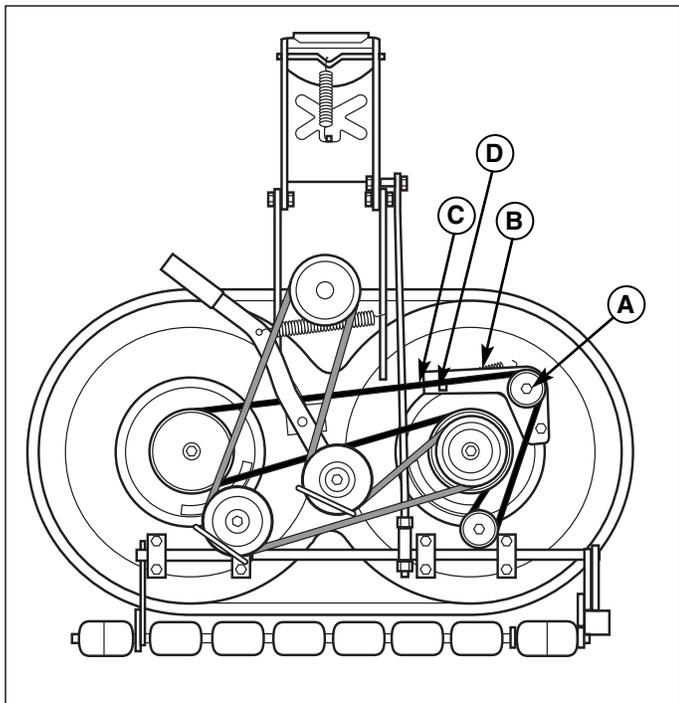
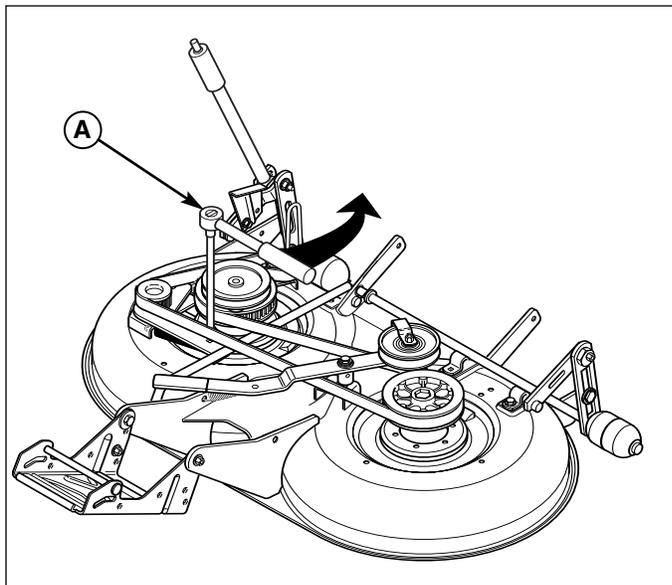
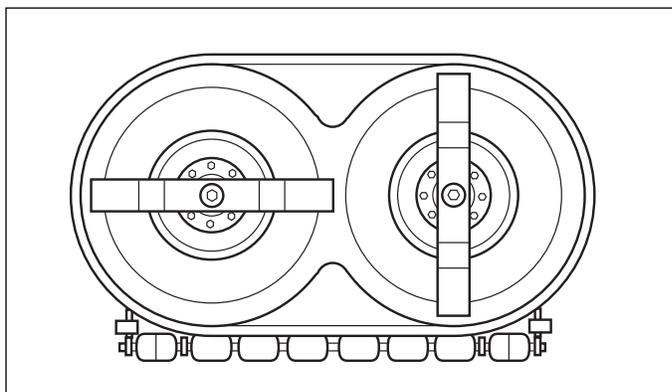

Figure 46. Tondeuse pour broyage
Figure 47. Relâcher la tension de la courroie dentée
Figure 48. Synchronisation des lames de tondeuse
3. Desserrer la vis à tête du tendeur (A, figure 46).
4. A l'aide d'un clé à cliquet (A, figure 47), insérer l'extrémité de la rallonge dans le trou carré (D, figure 46) et déplacer le tendeur (B, figure 46) pour relâcher la tension de la courroie (C).
5. Retirer la courroie (C).
6. Installer une nouvelle courroie (C) sur les poulies comme l'indique le schéma. Relâcher le tendeur (A) pour permettre au ressort de tendre automatiquement la courroie dentée.
7. Serrer la vis à tête du tendeur (A). Remettre les caches de courroie en place.
8. Vérifier que les lames sont positionnées perpendiculaires l'une à l'autre (voir figure 48). Si ce n'est pas le cas, effectuer la procédure de synchronisation des lames de tondeuse figurant dans la section « Entretien périodique ».